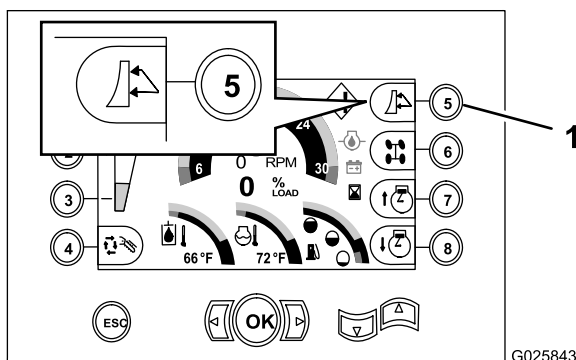

Рисунок 49
1. Переключите машину на режим работы отвалом обратной засыпки, нажимая кнопку 5 на центре управления до тех пор, пока не появится значок отвала обратной засыпки (Рисунок 49).